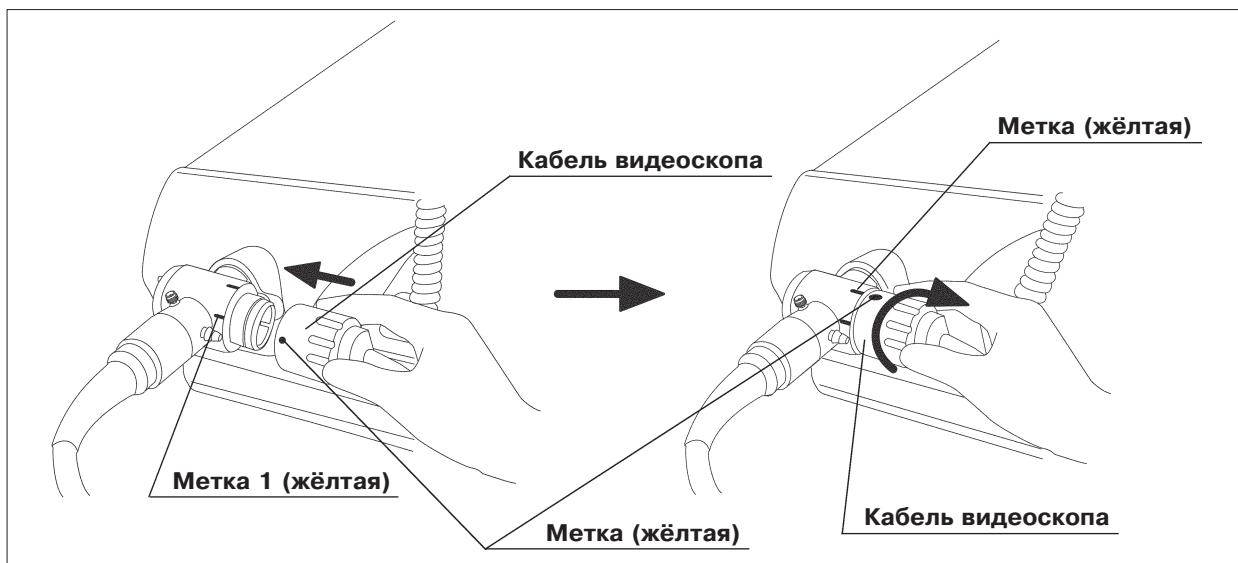

Рис. 3.14
7. Совместите метку на коннекторе кабеля видеоскопа EXERA, EXERA II или 100 с меткой 1 на коннекторе эндоскопа и нажмите на него до упора (см. рис. 3.14).
8. Поверните коннектор кабеля видеоскопа в направлении метки 2 до упора (см. рис. 3.14).